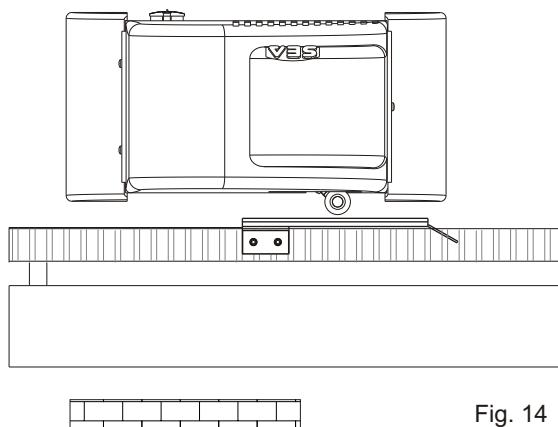
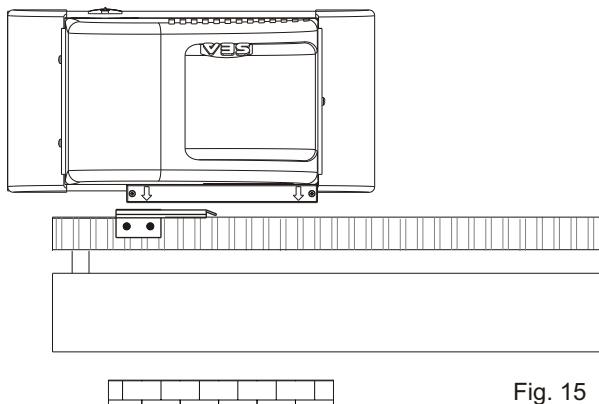
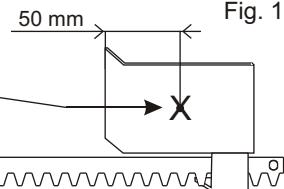
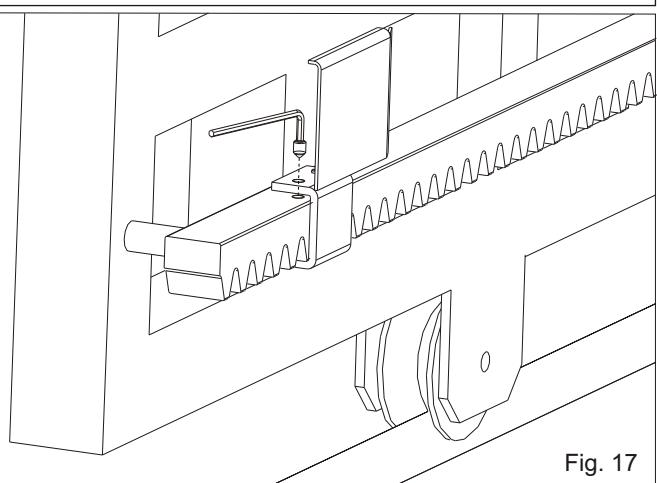

Fig. 14
Fig. 15
Fig. 16
Fig. 17
- Positionner la plaque sur la crémaillère de façon d'avoir le fin de course (doigt en cas de fin de course mécanique (Fig. 14); flèche d'identification positionnée sur le coté supérieur en cas de fin de course inductif (Fig. 15)) en correspondance du point X que se trouve à 50 mm du coté plié de la plaque (Fig. 16) et la fixer avec les vis en dotation (Fig. 17).
- Positionner la plaque sur la crémaillière de façon d'avoir le fin de course en correspondance du point X que se trouve à 50 mm du coté plié de la plaque (Fig. 16) et la fixer avec les vis en dotation (Fig. 17).